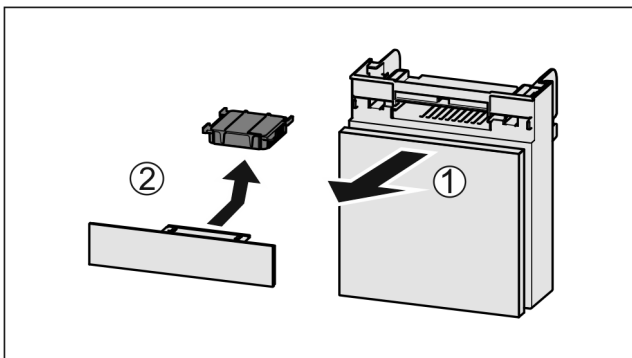

Fig. 140
- ▶ Издърпайте Fig. 140 (1) напред отделението.
- ▶ Извадете Fig. 140 (2) филтъра с активен въглен.